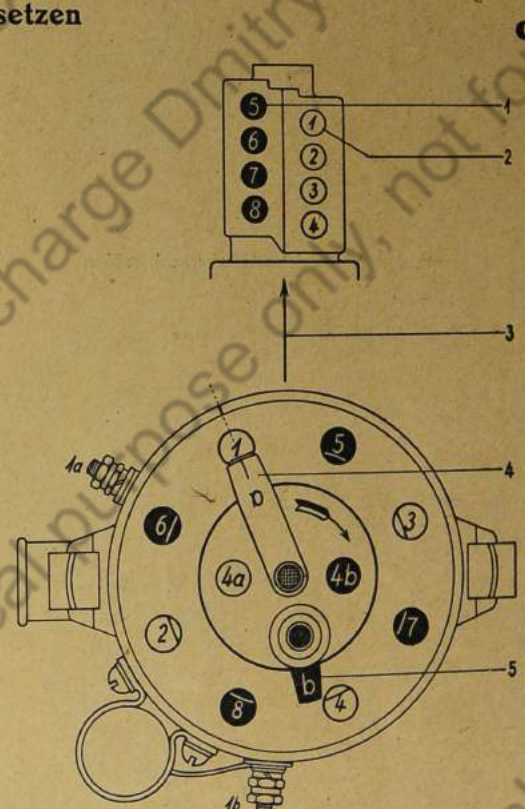

Bild 881: Reihenfolge der Zündleitungsanschlüsse
1—5—3—7—4—8—2—6 (Bild 881).
Beim Auswechseln von Zündleitungen sind die neuen Zündleitungen am Verteilerkopf anzuschließen und der Nummernreihe entsprechend sind diese Leitungen an den Zündkerzen der entsprechenden Zylinder anzuschließen (Zylinder-Numerierung siehe Bild 881). Diese Abbildung befindet sich auch als erhaben geprägtes Schild bei jedem Motor auf dem Wärmeschutzblech über dem Auspuffkrümmer, sodaß Fehler in der Zündleitungsanschlußfolge nicht entstehen können.
3. Zündleitungen am Zündverteilerkopf dem Nummernband entsprechend anschließen. Zündleitungen durch Zündleitungsschutzrohr ziehen, an die Kerzen anschließen, wobei darauf geachtet werden muß, daß die Zündleitung Nr. 1 an die Kerze des ersten Zylinders, Nr. 2 an die Kerze des zweiten Zylinders usw. bis 8 angeschlossen wird. Numerierung der Zylinder siehe Bild 881. Desgleichen wird auf das erhaben geprägte Schild auf dem Wärmeschutzblech verwiesen.